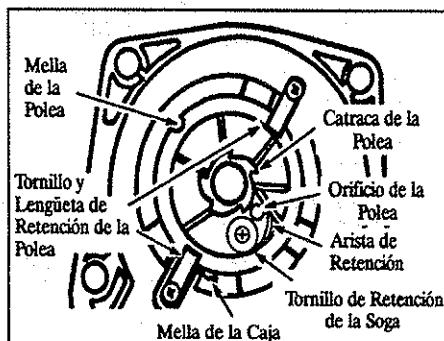

Figura 16
- Retire el tornillo retensor en la polea (Figura 16) y saque los pedazos quebrados de soga, si hay.
- Agarre la catraca de la polea y enrosque la polea hacia la derecha (en el sentido del reloj) hasta que la polea se detenga. Luego, desenrosque lentamente la polea hacia la izquierda (en contra del sentido del reloj) hasta que la mella en la polea esté alineada con la mella en la caja de la polea. Figura 16. Introduzca la llave hexagonal en el orificio formado por amas mellas. Figura 16.
- Pase la soga dentro de la polea, luego por el Orificio de la Polea. Figura 16.